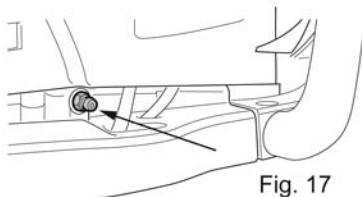

Fig. 17
- > Toutes les 20 heures de travail, injectez du lubrifiant de bisulfure de molybdène dans le lubrificateur (Fig. 17).